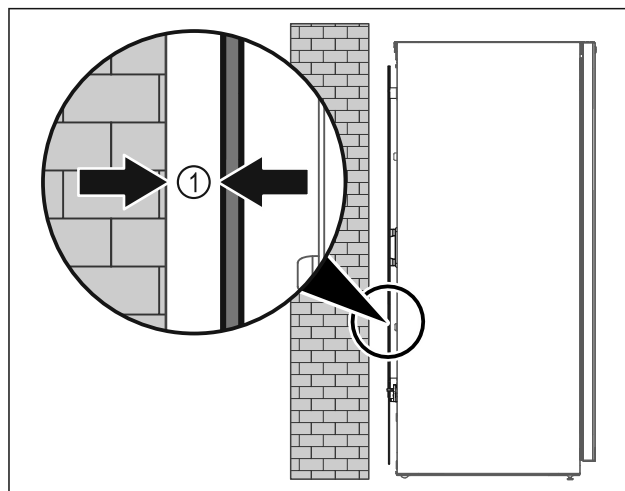

Fig. 10
- Instalați aparatul fie liber în încăperea sau direct la un perete cu o distanță minimă de 5 mm Fig. 10 (1).